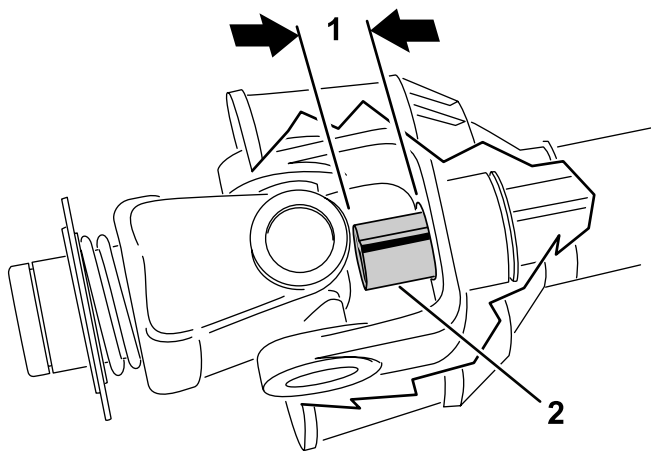

图16
9. 将 PTO 轴内外轴管完全滑动到一起。确认内管没有突入外管的十字头和轴承部分 图16。如果这种情况发生需要裁掉更多内管——转到下一步。
10. 测量内管突入外管十字头和轴承部分的距离 图16。将此距离添加到在第 8 步中获得的尺寸。